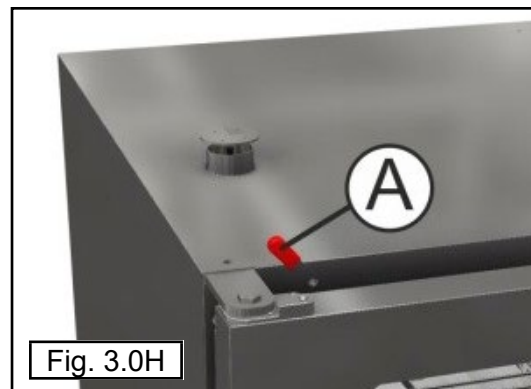

Fig. 3.0H
3.0H Valvola sfiato camera: ha la funzione di regolare l'umidità all'interno della camera di cottura e viene attivata manualmente tramite il pomello (A), situato sopra la porta. (Fig. 3.0H).